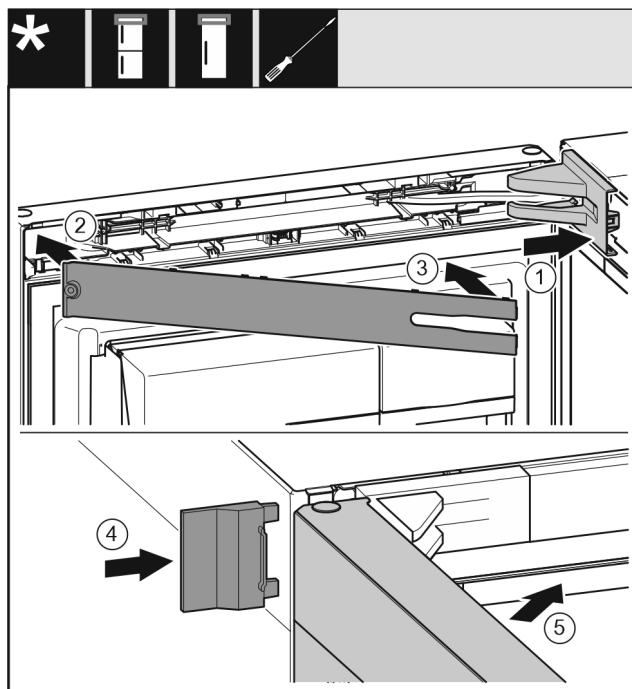

Fig. 54
- ▷ 放上并插入托架盖 Fig. 54 (1)，如有必要小心地按压分开。
- ▷ 盖上隔板 Fig. 54 (2)。
- ▷ 隔板 Fig. 54 (3)
- ▷ 插入外盖 Fig. 54 (4)。
- ▷ 关闭冰箱上方门 Fig. 54 (5)。